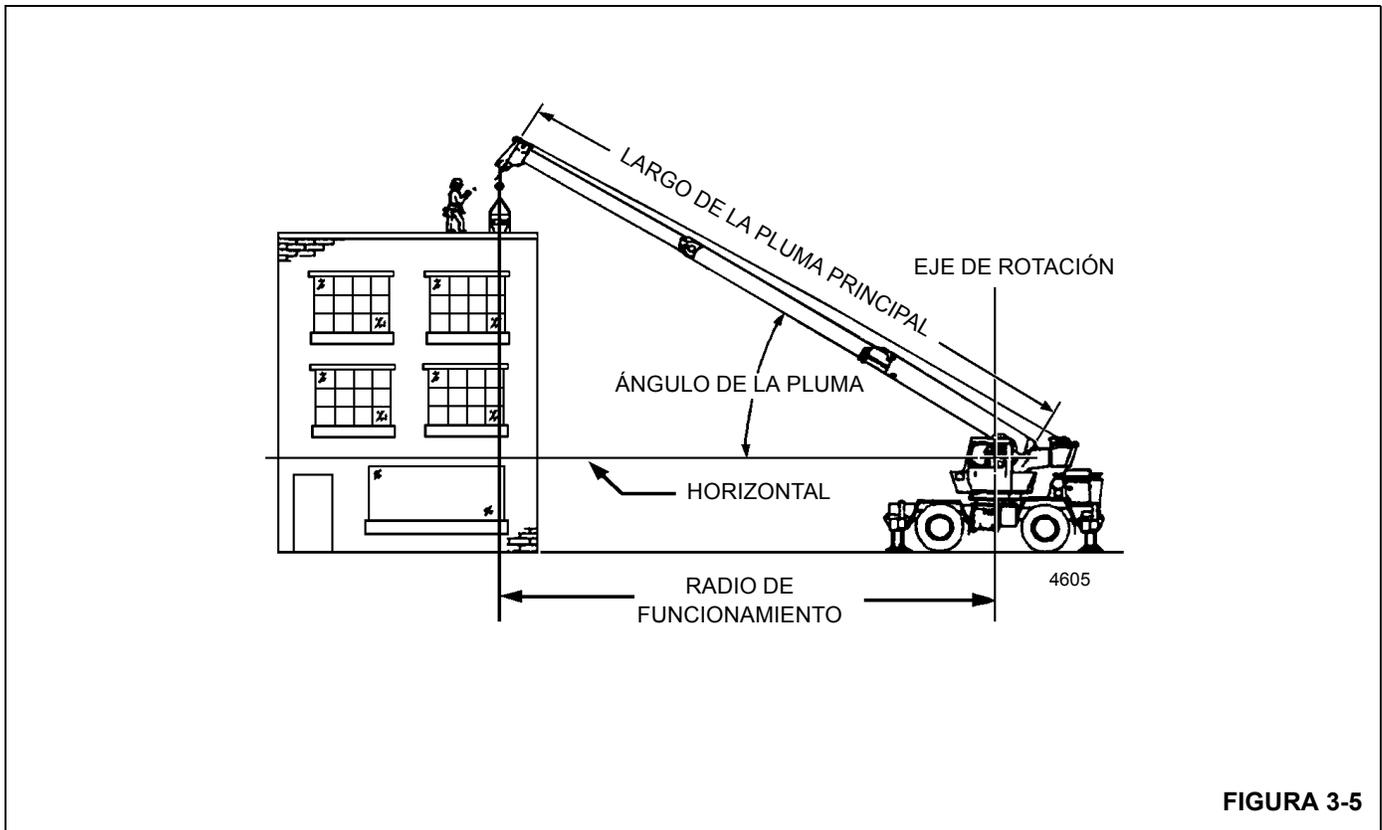

FIGURA 3-5
**NOTA:** Consulte la (Figura 3-5) para la nomenclatura que debe conocerse para determinar las capacidades de elevación.